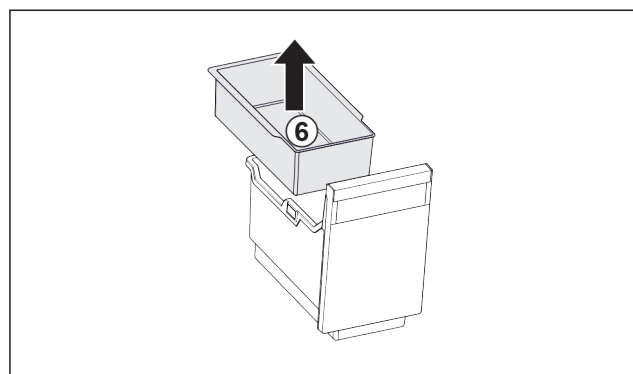

Fig. 34
- Vyjměte závěsnou misku Fig. 34 (6).